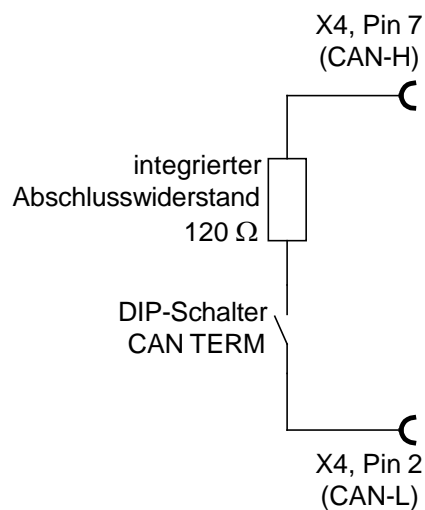

Abbildung 23: Integrierter CAN-Abschlusswiderstand
- An beiden Enden des CAN-Bus-Kabels muss jeweils genau ein Abschlusswiderstand von  $120 \Omega \pm 5 \%$  vorhanden sein. Alle Servopositionierregler der item Servo Positioning Controller C 1-Serie verfügen bereits über einen integrierten Abschlusswiderstand, der mittels dem frontseitig angebrachten DIP-Schalter „CAN TERM“ aktiviert/deaktiviert werden kann (siehe *Abbildung 11* und *Abbildung 23*)